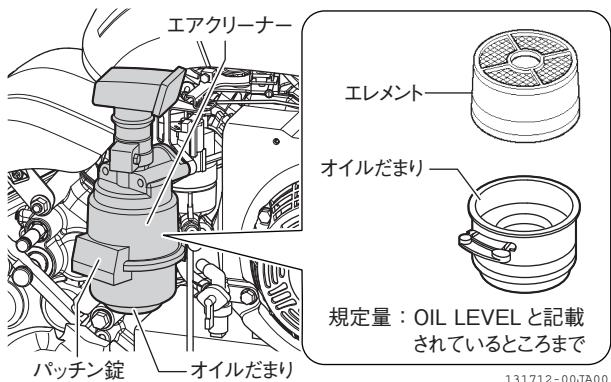

図 4-19 エアクリーナー
1. オイルだまりを固定している、パッキン錠を解除して、オイルだまりを外します。(図 4-19)
5. エレメントの上下方向を間違えないようにエアクリーナーへ入れ、オイルだまりを元通りに取り付けます。(図 4-19)